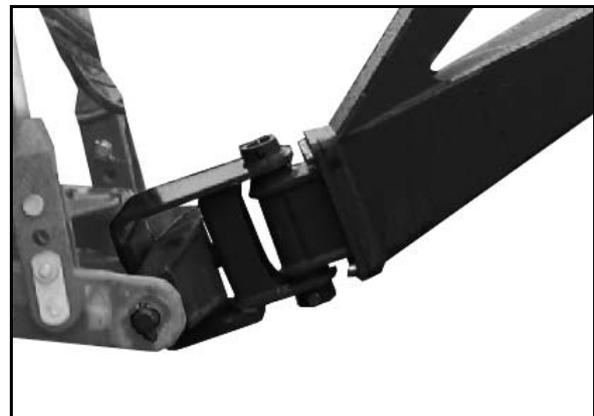

Fig. 32
- Zugtraverse für Traktorunterlenker der Kategorie 4 (Fig. 32).